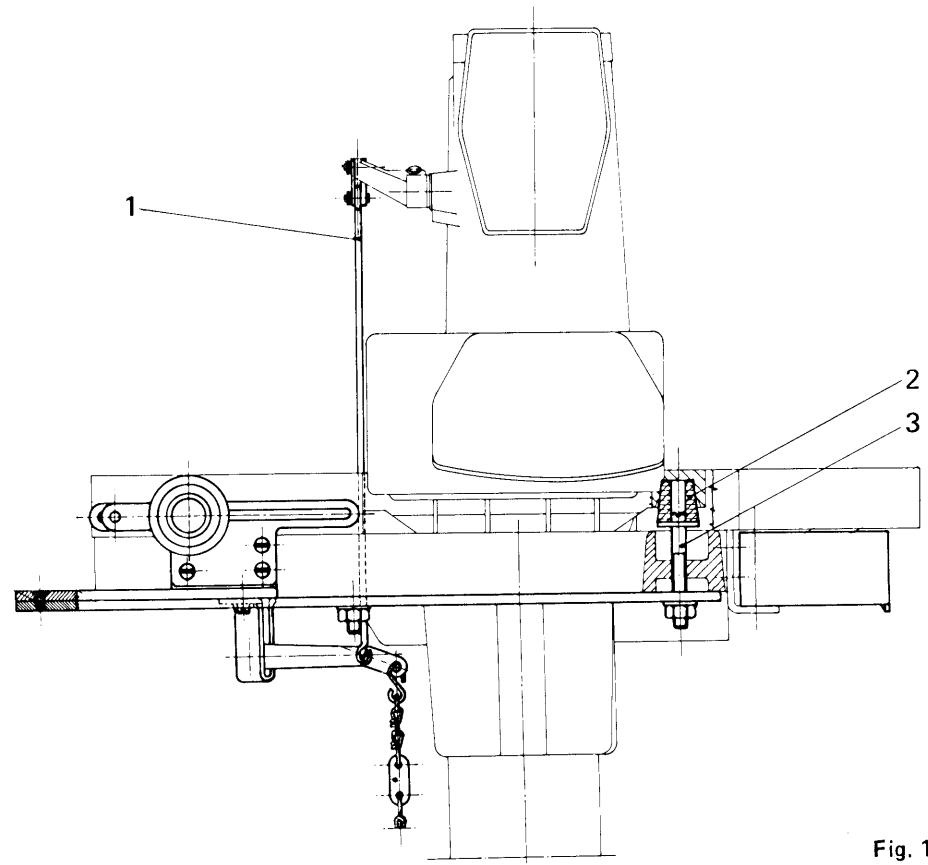

Fig. 1
2. piazzare la macchina sul bancale, centrando le sedi coniche ricavate nelle orecchiette della bacinella sui quattro tamponi ammortizzatori 2 (fig. 1).
3. collegare il tirante 1 (fig. 1) alla leva alza piedino della macchina
6. livellare la testa della macchina affinchè la cinghia si trovi sul piano normale agli assi delle pulegge e al centro delle loro gole. Per l'operazione di levellamento, agire sui perni sostegno testa 3 (fig. 1), avendo cura di bloccare successivamente gli appositi dadi.
2. Place the machine on the stand, centering the conical housings of the sump lugs on the four shock absorbers 2 (fig. 1).
3. Connect stay-rod 1 (fig. 1) to machine presser foot lifter lever.
6. Level the machine head so that the belt is perpendicular to the pulley axes and thus centered in their races. For the levelling operation, adjust the head support pins 3 (fig. 1), making sure to lock them again afterwards with the relative nuts.